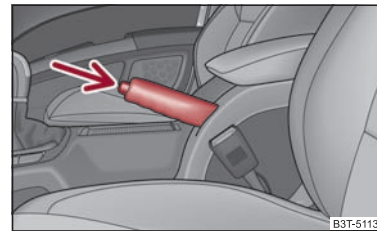

Fig. 128 Consola centrală: Frâna de mână
- Acționați maneta frânei de mână puțin în sus și **în același timp** apăsați butonul de blocare ⇒ fig. 128.